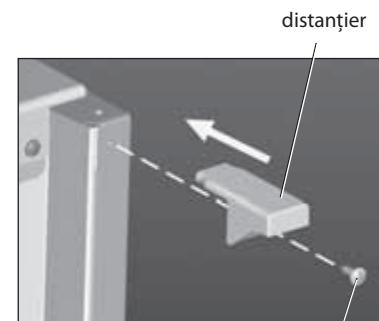

Figura 5
- în conformitate cu Figura 5 instalați și fixați fiecare distanțier cu șurubul cu ajutorul șurubelnicii.